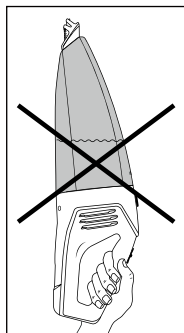

Fig. 3
- ▶ Hvis du bærer produktet vandret eller med vådmundstykket **1** opad, kan væsken løbe ud (se fig. 3 og 4):